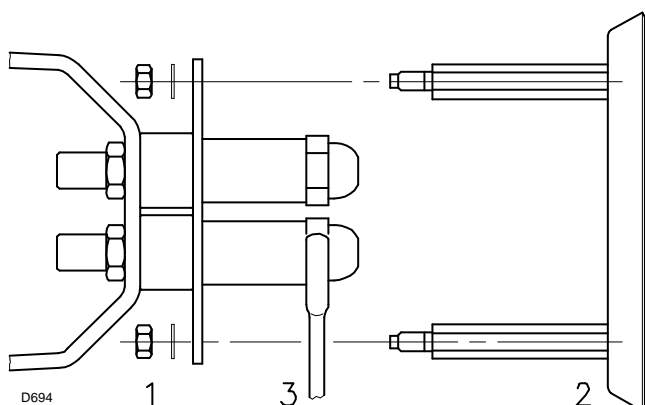

Fig. 12
- Sacar las tuercas 1) (Fig. 12) y el disco 2)
- Sustituir la boquilla con la llave 3) (Fig. 12).